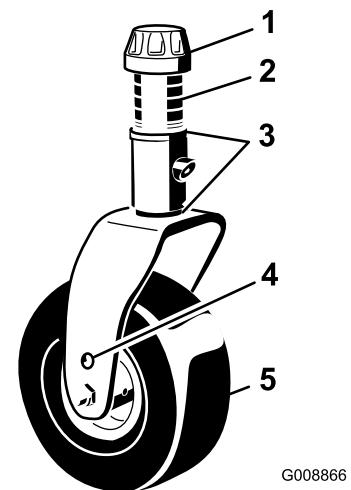
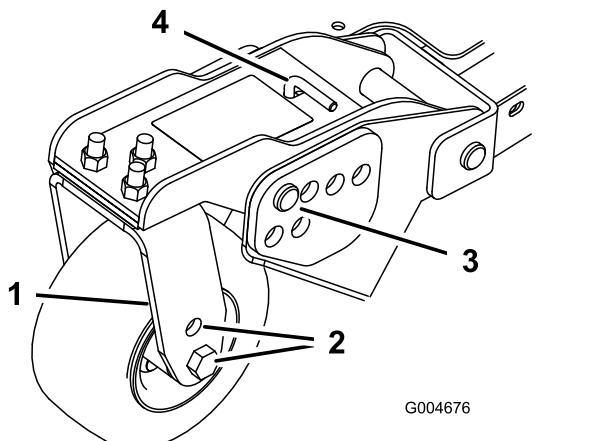
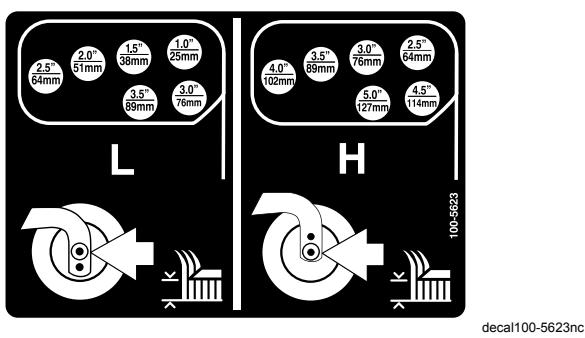

Figure 20
Figure 22
Figure 23
1. Placez les essieux des roues pivotantes dans les mêmes trous sur toutes les fourches (Figure 20 et Figure 22).
2. Enlevez le chapeau de tension de l'axe de pivot et sortez l'axe du bras de la roue pivotante (Figure 20).
- Enlevez la goupille fendue et les axes de chape des bras pivotants (Figure 22).
- Tournez la tige de tension pour éléver ou abaisser le bras de pivot jusqu'à ce que les trous soient en face de ceux du support de hauteur de coupe sélectionnés dans le cadre du plateau de coupe (Figure 22 et Figure 23).